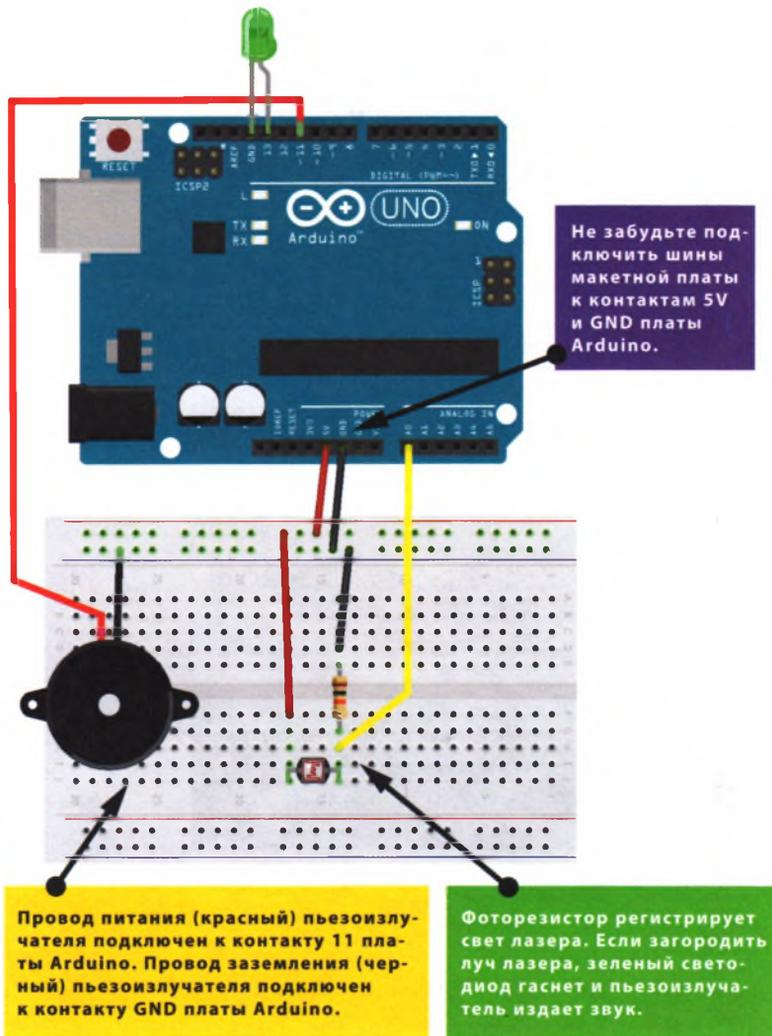

РИСУНОК 19.3
7. Убедитесь, что ваша цепь соответствует схеме, показанной на рис. 19.3, а затем загрузите в память Arduino код скетча, приведенный в разделе «Скетч» далее в этом проекте.